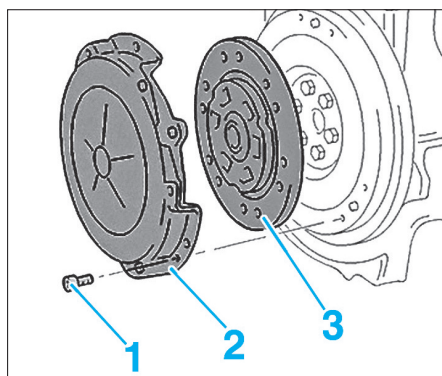

FIG. 2
- les vis de fixation (1) (Fig.2),
- le mécanisme d'embrayage (2),
- le disque d'embrayage (3).